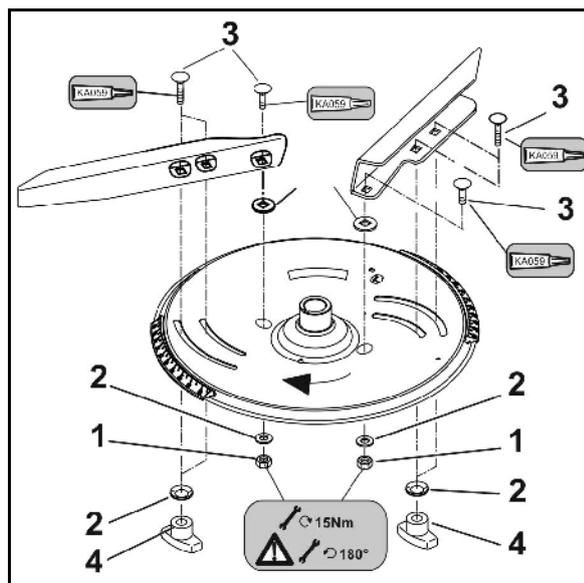

Fig. 76
Asegurarse siempre de montar correctamente las palas de dispersión. El lado abierto de la pala de dispersión en forma de U queda mirando hacia la dirección de giro (Fig. 76/5).
1. Soltar y extraer el perno de fijación (Fig. 76/3).